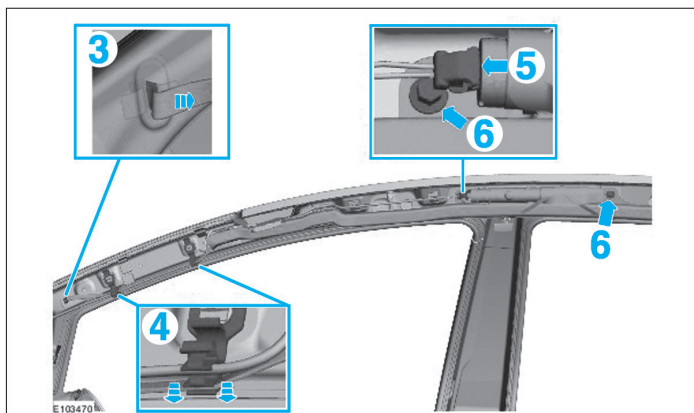

Fig. 14
• Dégager la sangle de maintien (3) du montant avant (Fig.14).
• Dégager des agrafes (4) la sangle de maintien et le faisceau électrique.
• Débrancher le connecteur (5).
• Déposer les vis (6).